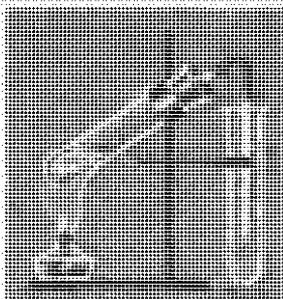

Рис. 159. Получение уксусной кислоты.
**Исследование свойств карбоновых кислот. Получение уксусной кислоты.** Поместите в пробирку 2—3 г ацетата натрия и прибавьте 1,5—2 мл концентрированной серной кислоты. Пробирку закройте пробкой с газотводной трубкой, конец которой опустите в другую пробирку (рис. 159). Смесь нагревайте на пламени до тех пор, пока в пробирке-приемнике соберется 1,0—1,5 мл жидкости.
**Окисление муравьиной кислоты оксидом серебра (I).** В чистую пробирку влейте 2 мл свежеприготовленного раствора, содержащего 0,02 мас. д., или 2% нитрата серебра (I), добавьте немного разбавленного раствора аммиака до растворения появившегося осадка. Затем добавьте несколько капель муравьиной кислоты и пробирку со смесью нагрейте в колбе с горячей водой.